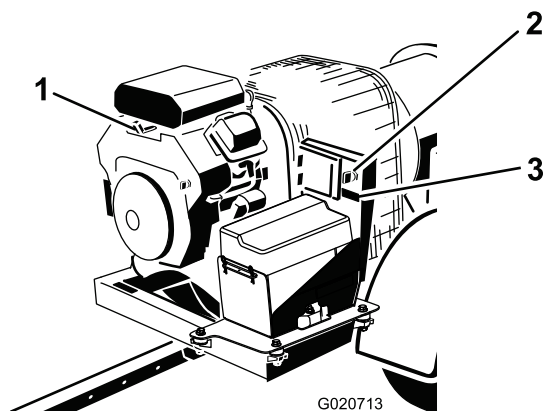

Figura 11
3. Girate la chiave di accensione sulla posizione "START" e rilasciatela rapidamente nella posizione "ON" (Figura 11). In tal modo si attiva il ricevitore.
- Se lasciate la macchina, girate la chiave in posizione OFF e toglietela dal motore (Figura 11).